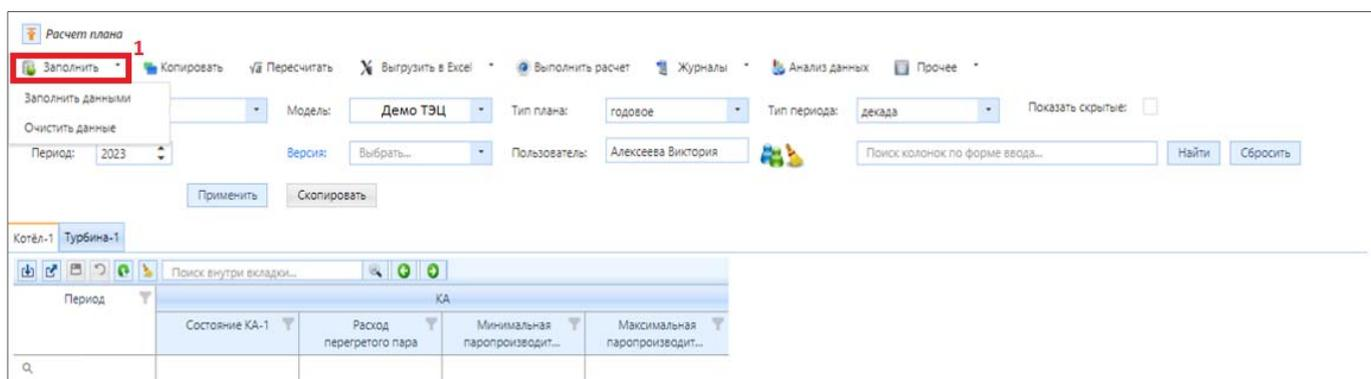

Рисунок 3.5.4 – Заполнение данными формы ввода
Для заполнения формы ввода данными, в верхнем поле с кнопками меню подраздела нажмите на кнопку (1) «Заполнить» (рис. 3.5.4), затем выберите «Заполнить данными».